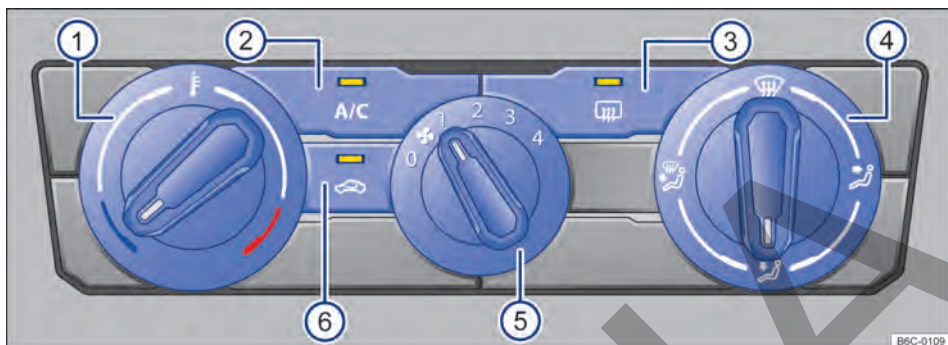

Fig. 81 Comandos del aire acondicionado.
- *Aire acondicionado*: girar el regulador del ventilador al nivel 0 → fig. 81 (5).
- *Aire acondicionado*: girar el regulador giratorio izquierdo → fig. 81 (1).
- *Aire acondicionado*: girar el regulador del ventilador → fig. 81 (5).
- *Aire acondicionado*: girar el regulador de la derecha → fig. 81 (4) a la posición deseada.
- *Aire acondicionado*: girar el regulador derecho a la posición  → fig. 81 (4).